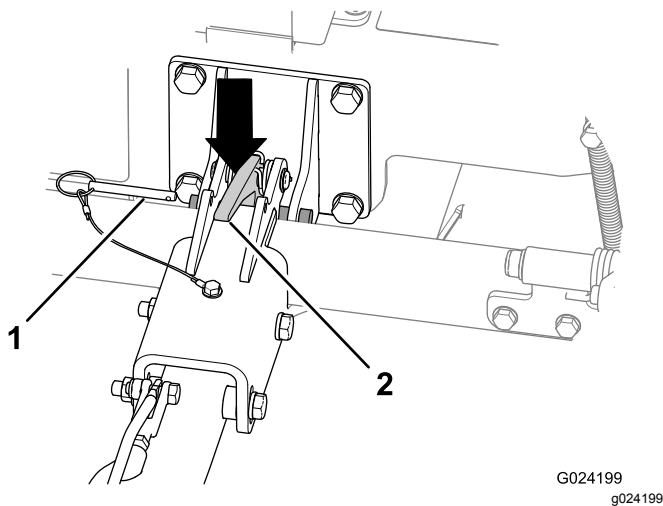

Figura 27
- A. Togliete il perno di bloccaggio (Figura 27).
- C. Premete il blocco dell'attacco per sbloccare l'attacco (Figura 27).